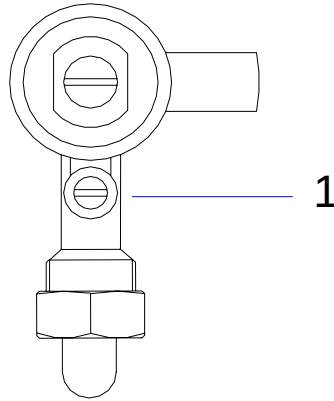

Fig.8
- A travers l'orifice du cache de commandes introduisez un tourne-vis et tournez le vis 1 (Fig 8). dans le sens des aiguilles d'une montre pour réduire le minimum jusqu'à le maximum ou en sens contraire 1 tour pour G30/G31 et 2 tour pour augmenter le minimum.